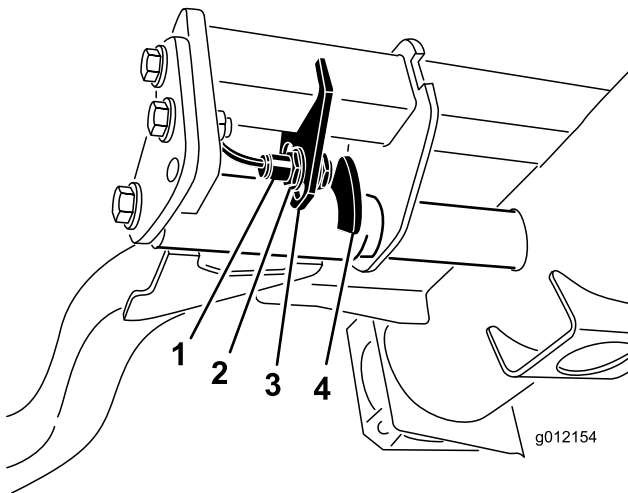

Figura 36
2. El interruptor del brazo de elevación está situado debajo del depósito de aceite hidráulico y detrás del brazo de elevación delantero derecho (Figura 36).
3. Afloje los tornillos de montaje del interruptor y desplace el interruptor hacia abajo para aumentar la altura de giro del brazo de elevación, o hacia arriba para reducir la altura de giro del brazo de elevación (Figura 36).